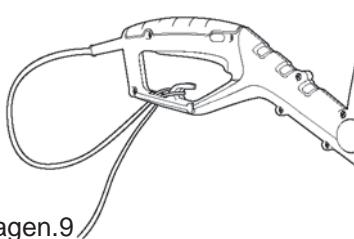

Imagen.9
2. Doble el alargador, aproximadamente a 30 centímetros del final. Dirija este bucle a través del orificio del protector de seguridad trasero y engáncelo en el retén antitensión del cable (4). Estire ligeramente del cable para comprobar que está firmemente sujeto al mango (Imagen 9).